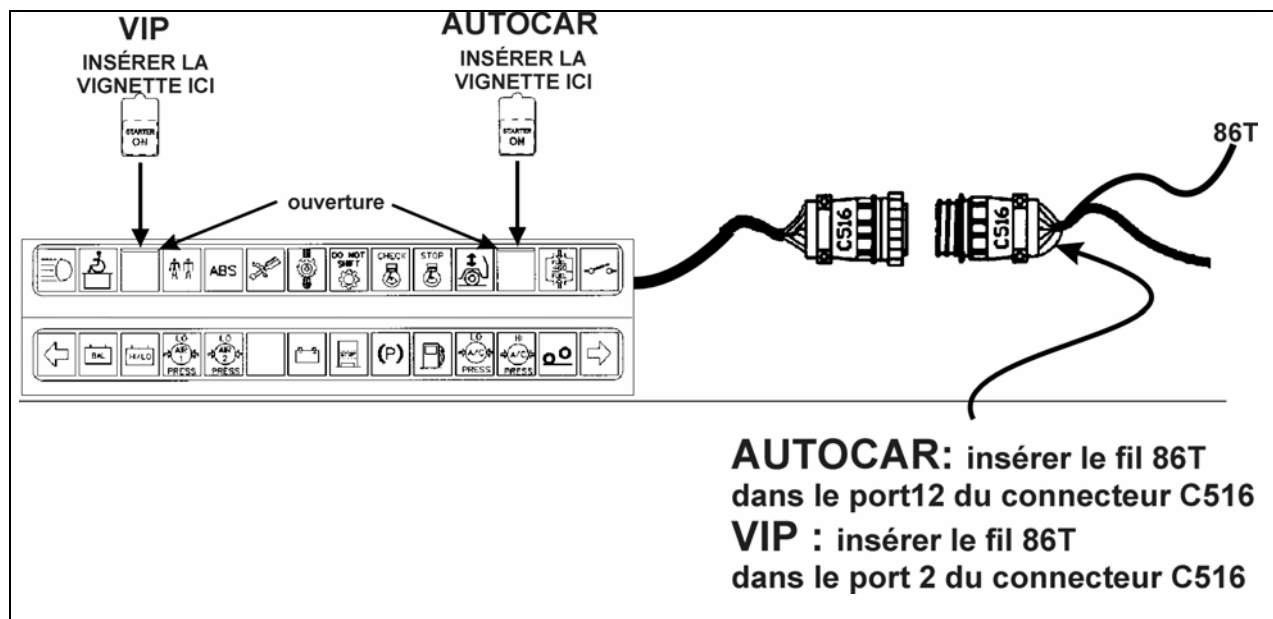

FIGURE 4 : TABLEAU DES TÉMOINS LUMINEUX
5. Insérer le fil 86T (pièce Prévost 065214) au port #12 (autocars) ou #2 (maison motorisée VIP) du connecteur C516, identifié par une étiquette (figure 4).
9. Insérer la vignette "STARTER ON" (pièce Prévost 563022) dans le tableau des témoins lumineux par l'ouverture du haut. Placer la vignette à l'endroit spécifié sur la figure 4.